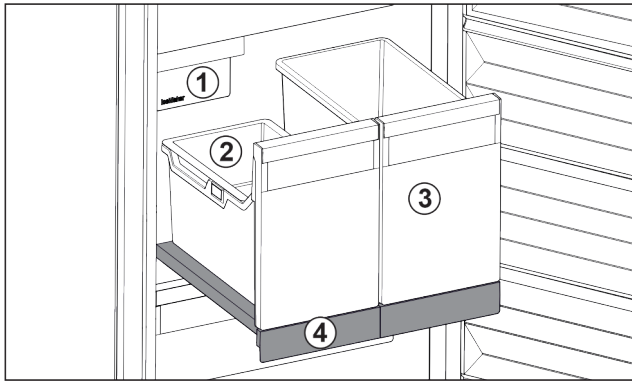

Fig. 79 Auszugsbord mit IceTower
- (1) IceMaker
- (2) Einhängeschale für Eiswürfel
- (3) Behälter für z. B. Pizza, alkoholische Getränke
- (4) Auszugsbord
Auf dem Auszugsbord sind zwei hohe Behälter (IceTower). Im Behälter Fig. 79 (2) werden Eiswürfel aus dem IceMaker gesammelt und gelagert. Behälter Fig. 79 (3) eignet sich für die Lagerung von hohen Lebensmitteln wie Pizzen oder alkoholischen Getränken.